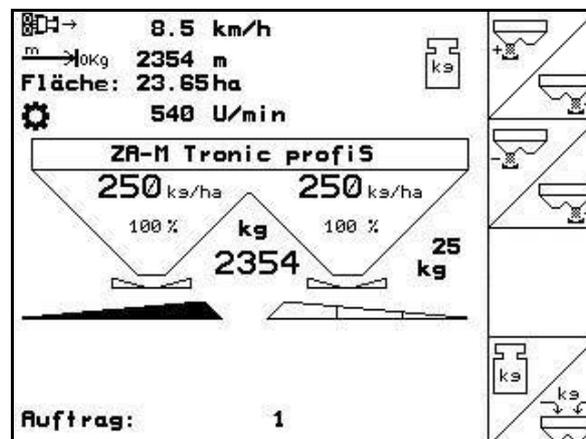

Рис. 32
- В рабочем меню отображается внесённое количество (Рис. 32/1).